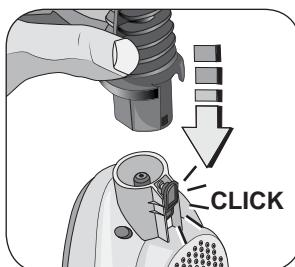

Fig. 18
Insira o acessório para tecidos (9) no encaixe do corpo do aparelho. A montagem estará correta quando houver um “click” (Fig 18).